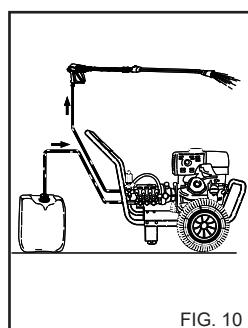

FIG. 10
1) Efter användningen med rengöringsmedel, skölj sugkretsen, sätt i rengöringsmedlets sugslang (fig. 10) i en ren vattendunk och sätt igång pumpen under 1 minut med doseringskranen helt öppen och sprutrör i läge för spridning av rengöringsmedlet.
4) Efter användningen med rengöringsmedel, skölj sugkretsen, sätt i rengöringsmedlets sugslang (fig. 10) i en ren vattendunk och sätt igång pumpen under 1 minut och sprutröret under vattenflödet.